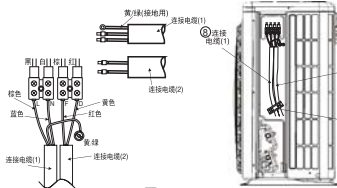
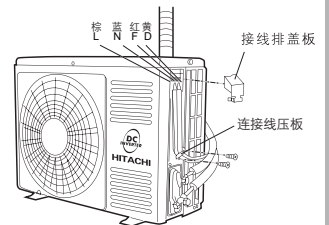

图 25
图23
- (1) 将接线排盖板取下。
- (2) 将连接电缆分别按图23正确地牢固连接 (紧固力矩为8~15kgf·cm)。
- (3) 必须将黄/绿线接至带有“⊕”标志处的接地螺钉上。
- (4) 用连接线压板将连接电缆用螺钉紧固。
- (5) 完成接线后将接线排盖板重新安装凸台卡口位置。
- (6) 将边盖重新安装。
② 室外机组连接电缆连接法 (RAC-50BVX)
- (1) 把连接电缆按电气接线图所示正确地牢固连接。(紧固力矩为8~15kgf·cm)。
- (2) 用连接线压板将连接电缆压住后，用螺钉紧固，按图25安装。